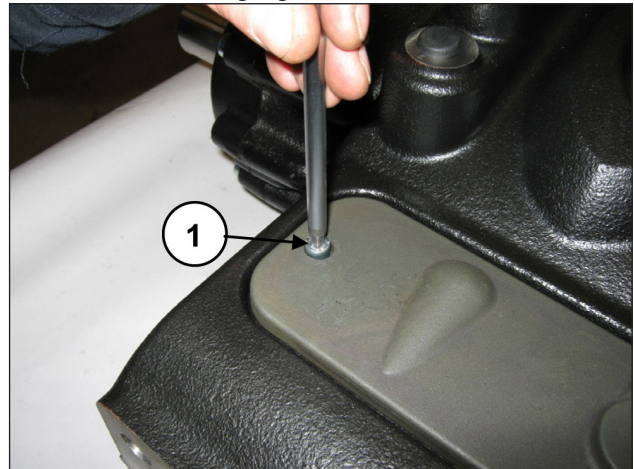

Abb. 173
Demontieren Sie den oberen Inspektionsdeckel durch Abdrehen der 2 Befestigungsschrauben (Pos. ①, Abb. 173).